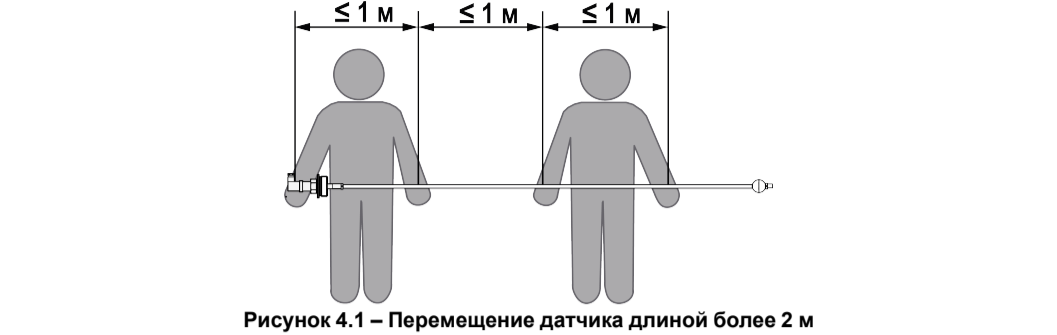

Рисунок 4.1 – Перемещение датчика длиной более 2 м
- датчик длиной более 2 м извлекают из упаковки и переносят два человека: одной рукой следует удерживать датчик за металлический корпус, а далее поддерживать трубку арматуры через каждый 1 м (см. рисунок 4.1).